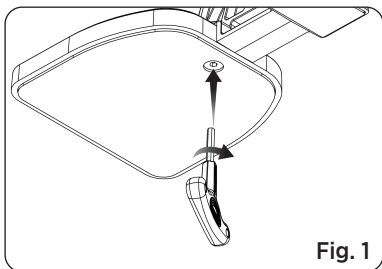

Fig. 1
1. Wyrównaj śruby mocujące zabezpieczające przed upadkiem z otworem montażowym i użyj klucza, aby mocno dokręcić podstawę do głównego stojaka. (Patrz Fig. 1)